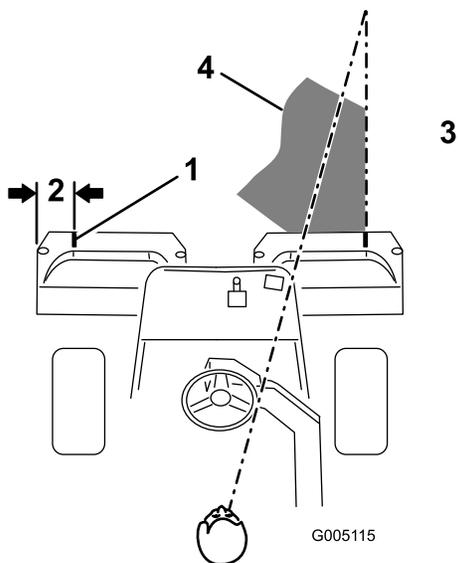
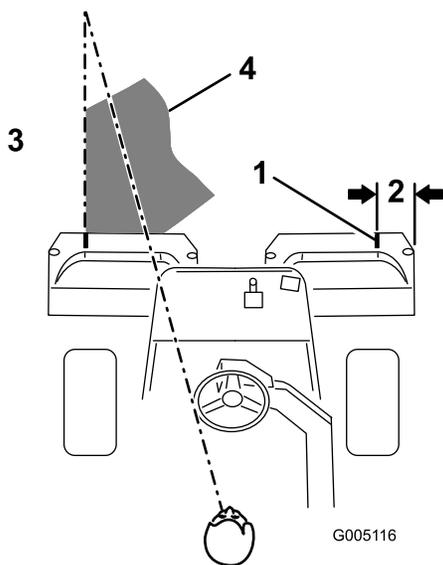

Figura 29
Figura 30
- Coloque uma fita branca ou pinte um tira em cada um dos cestos, paralelamente à extremidade exterior de cada cesto (Figura 29).
- Sobreponha uma quantidade mínima com o corte anterior nas passagens adicionais. Para cortar em linha recta ao longo do relvado e de modo a conseguir manter uma distância equitativa entre a extremidade da zona de corte anterior, estabeleça uma linha imaginária de aproximadamente 1,8 a 3 metros à frente da máquina até a extremidade da zona por cortar (Figura 29 e Figura 30). Alguns utilizadores acham útil incluir a borda exterior da roda motriz na linha imaginária; por exemplo, mantenha a extremidade da roda motriz alinhada com um ponto que se mantém sempre à mesma distância da dianteira da máquina (Figura 29 e Figura 30).